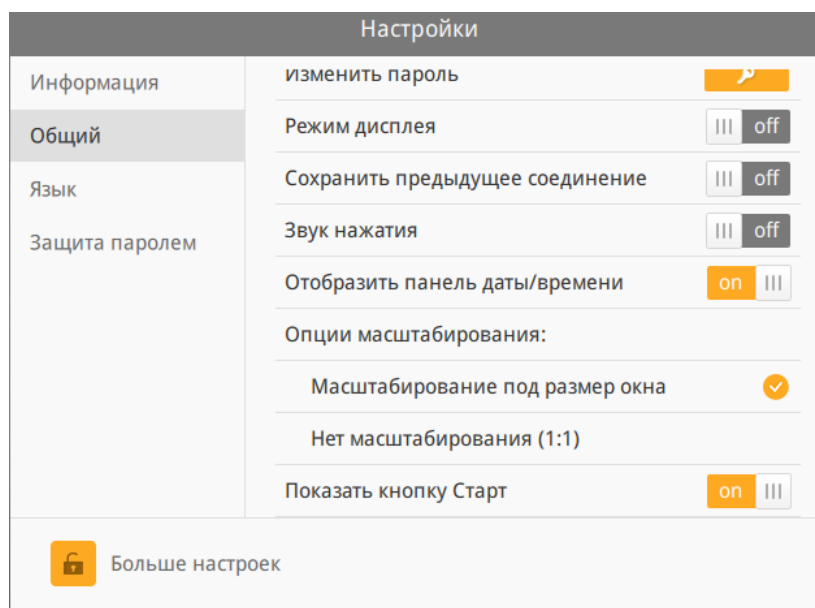

Рисунок 138 – Дополнительные функции вкладки настроек «Общий»
- Режим дисплея (рисунок 138);